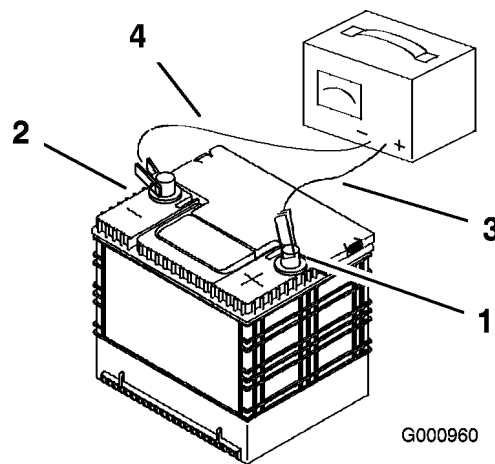

Bild 46
- Ziehen Sie, wenn die Batterie voll geladen ist, den Stecker des Ladegeräts aus der Dose. Klemmen Sie dann die Klemmen des Ladegeräts von den Batteriepolen ab (Bild 46).